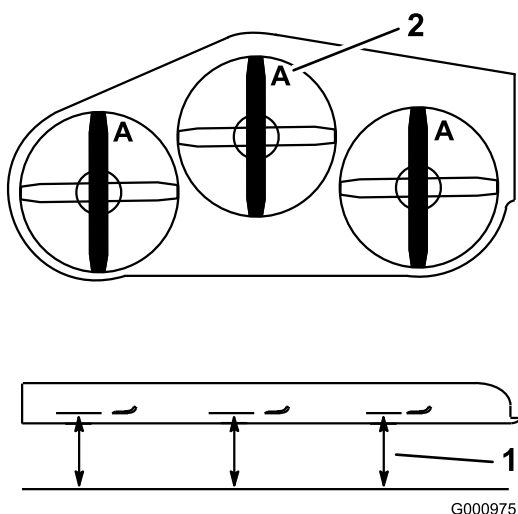

Figura 110
2. Mida desde una superficie nivelada hasta el filo de corte, posición **A**, de las cuchillas (Figura 110).